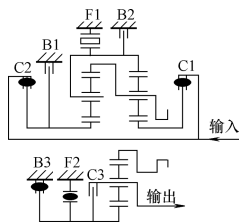

图 3-71 D3 档动力传递路线
(1) **主行星轮机构** 3档动力传递路线如图3-71所示。在3档时,前进档离合器C1接合,将输入轴和前行星轮机构太阳轮连接在一起。同时,直接离合器C2接合,连接输入轴和后行星轮机构太阳轮,行星轮机构中有两个部件被同时驱动,则整个行星轮机构以一个整体旋转,此时为直接传动,传动比为1。